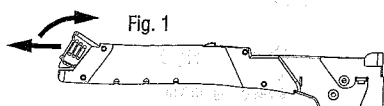

Fig. 1
1. Sostenga el martillo clavadora boca arriba como se muestra en la fig.1 y gire el cerrojo para soltarlo. Abra y saque la corredera.